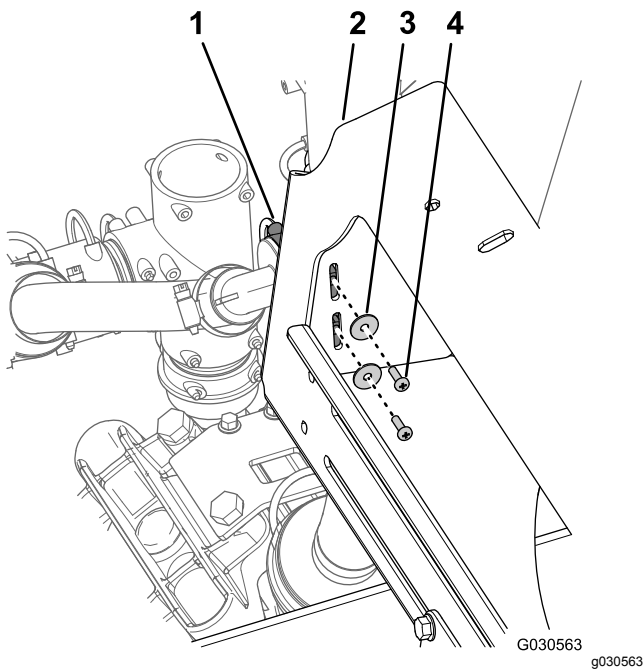

图 97
1. 拧下将 T 形接头固定至歧管安装架左侧的 2 个平头螺丝 #10 x 5/8 英寸和 2 个垫圈 10 号图 97。